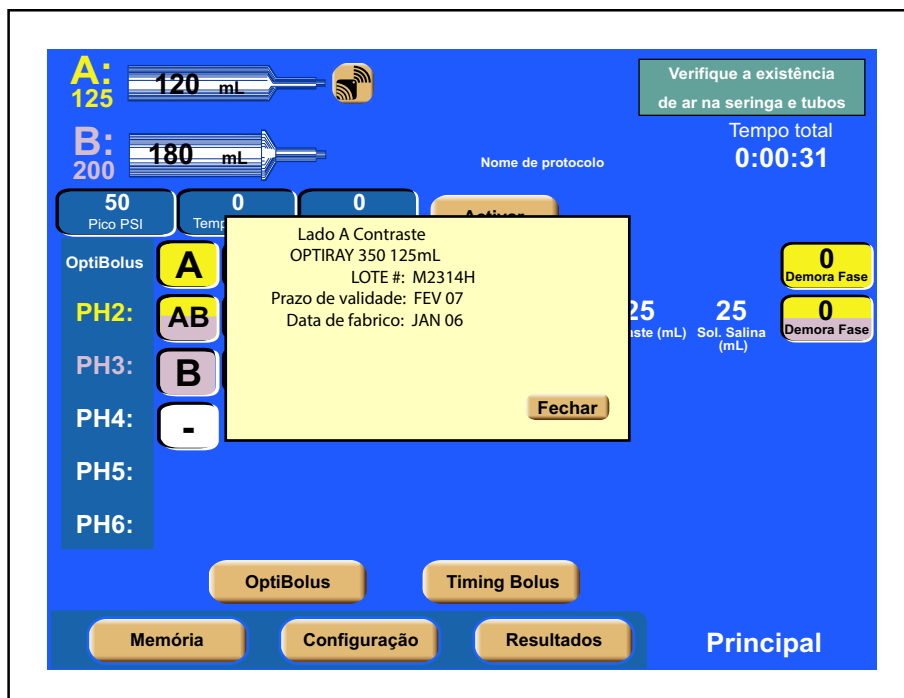

Figura 3-1-5 Informações da seringa com RFID (Modo Monopaciente)
**RFID Active (RFID ativa) (opcional)** **F1** - Essa tecla será exibida apenas se um adaptador de seringa com RFID for instalado. Essa tecla permite que o operador veja os atributos de qualquer seringa pré-enchida instalada com uma etiqueta de dados. O ícone de RFID será apagado se for instalada uma seringa sem uma etiqueta de dados. Quando a tecla [RFID Active] (RFID ativa) **F1** é pressionada, a tela mostrada na Figura 3-1-5 é exibida.